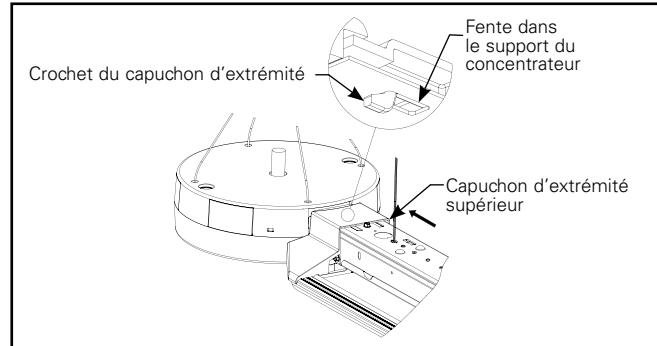

Figure 12.2.
- B. Faites glisser le capuchon d'extrémité vers le concentrateur pour l'accrocher dans la fente intégrée du support du concentrateur (figure 12.2.).